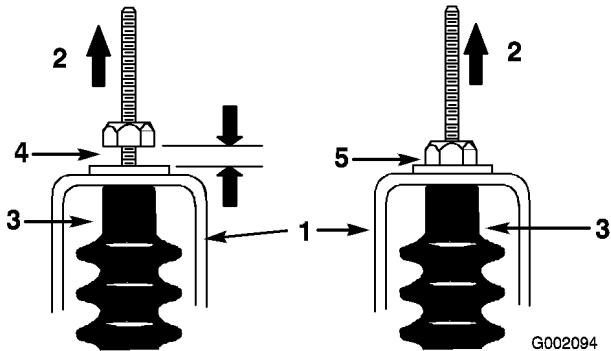

Bild 41
- Ziehen Sie jeden Schaltzug nach oben, um sicherzustellen, dass zwischen der Mutter/Scheibe und der Leerlaufhalterung kein Abstand besteht (Bild 41). Ziehen Sie die Mutter fest, wenn ein Abstand besteht.